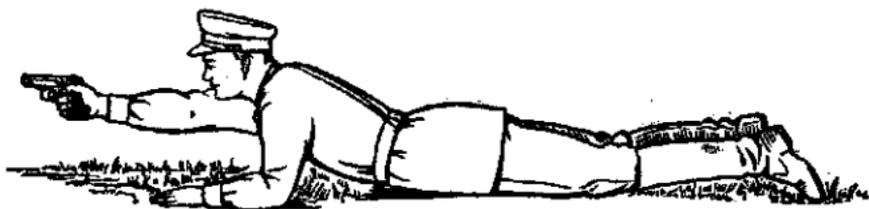

Рис. 56. Положение для стрельбы лежа
89. Для принятия положения к стрельбе лежа (рис. 56) следует сделать полный шаг правой ногой вперед и немного вправо; наклоняясь вперед, опуститься на левое колено